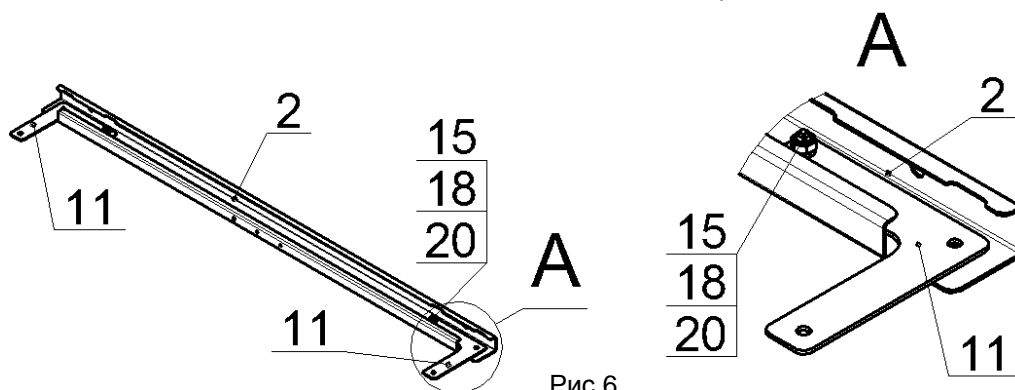

Рис.6
6. Закрепить на профилях боковых, верхних (937мм), поз.2 угольники, поз.11, на крайние отверстия, болтами М6, гайками и шайбами, поз.15, 18 и 20, как показано на рис.6. Гайки не затягивать: